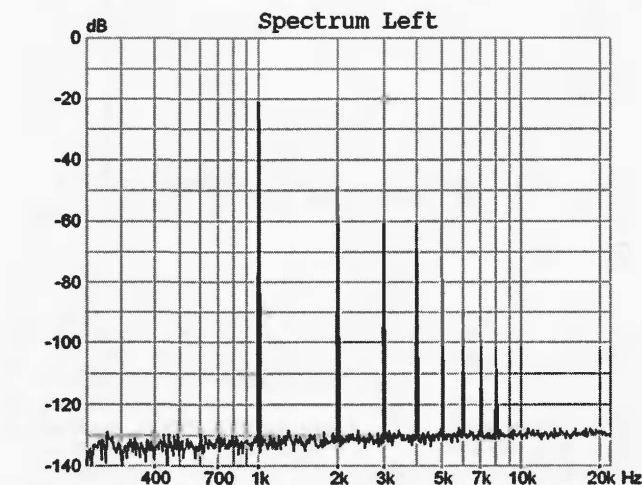

Рис. 7
1. *Измерение гармонических искажений (THD).* С генератора подавалась следующая смесь (соответственно частота/уровень): основная частота 1 кГц / -2 дБ и ее гармоники со второй по восьмую. Амплитуда гармоник с ростом номера линейно убывает от -60 дБ до -90 дБ (рис. 7). При формальной разрядности 16 бит  $SNR = 96$  дБ,  $SINAD = 56$  дБ, эффективное число бит равно 9, общие гармонические искажения равны 0,15 %. Такие результаты для SINAD и THD полностью соответствуют рассчитанным для данного сигнала исходя из формулы (2.2). Величина SNR соответствует сигналу основной частоты, оцифрованному идеальным АЦП.